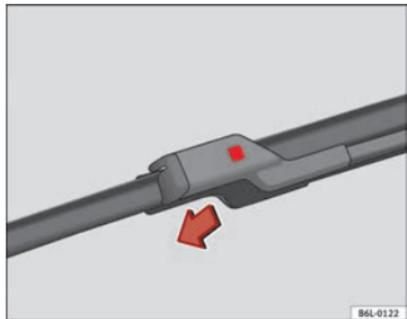

Fig. 131 Cambio spazzola tergicristalli
- Premere il pulsante di sicurezza ⇒ fig. 131.